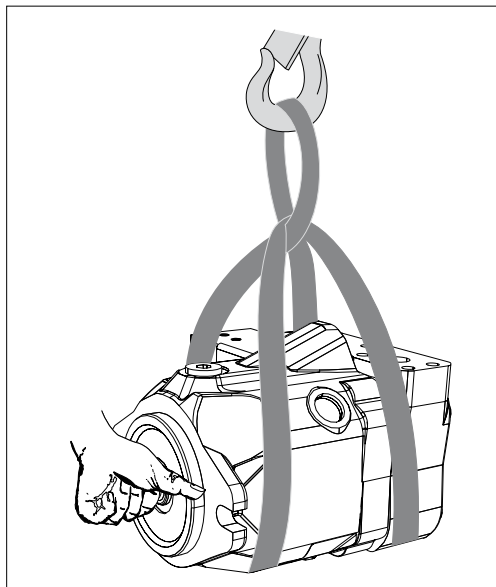

Abb. 5: Transport mit Hebeband
- ▶ Legen Sie das Hebeband so um die Axialkolbeneinheit, dass es weder über Anbauteile (z. B. Ventile) verläuft, noch dass die Axialkolbeneinheit an Anbauteilen aufgehängt wird (siehe Abb. 5).